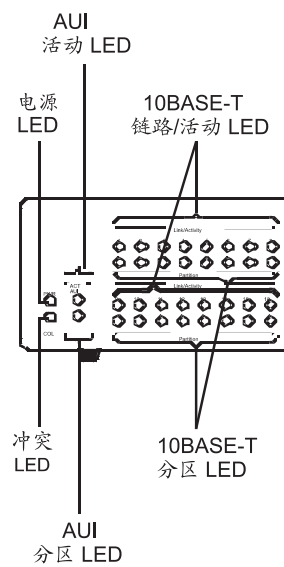

图 3-1. IBM 8242 以太网台式集线器的 LED
- 2 观察前面板上的 LED。第3-2页的图3-1说明 LED。(如果您想在继续此故障查找过程之前复习一下 LED 的解释, 请查阅第1-4页的『理解 LED』。)